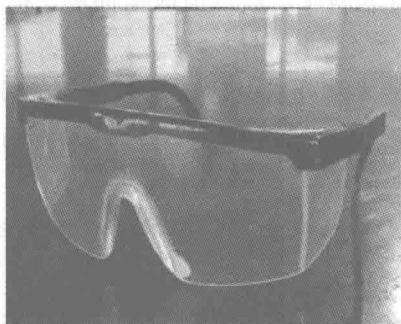

图 0-2 防护目镜
(1) 眼睛的防护 在汽车维护过程中会有意想不到的飞来物体或飞溅液体,在使用压缩空气、清洗剂等情况下应考虑佩戴防护目镜 (图 0-2)。